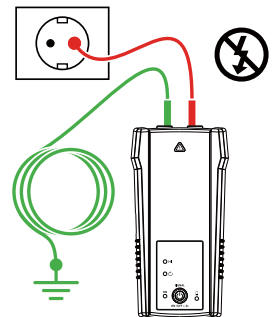

Figure 3.1c : Raccordement approprié avec mise à la terre séparée
ATTENTION : Pour des raisons de sécurité dans les circuits sous tension, le raccordement avec mise à la terre séparée doit toujours être raccordé à une terre de protection (PE) bien raccordée d'une installation électrique (voir figure 3.1c).